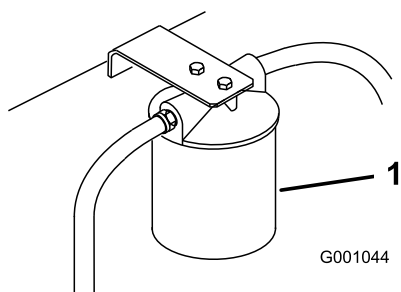

Figura 52
3. Coloque un recipiente bajo el filtro, retire el filtro usado y limpie con un paño la superficie de la junta del adaptador del filtro (Figura 52).